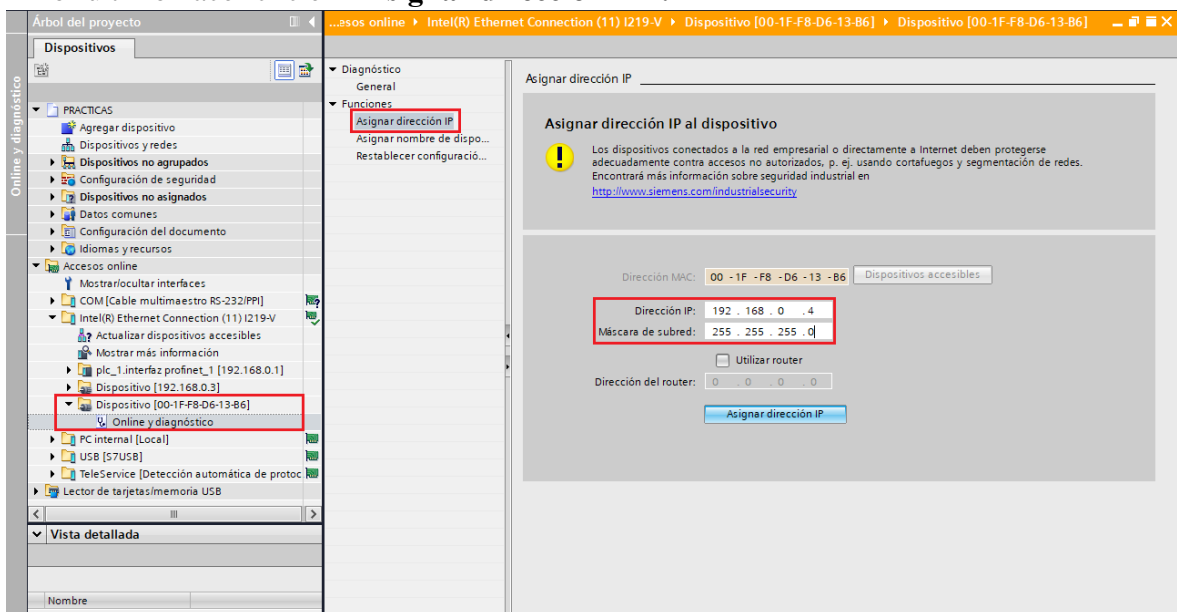

Figura 13. Configuración IP de dispositivo 2
- (3) Luego seleccionar el otro dispositivo y configurar la dirección IP: **192.168.0.4** y la máscara de subred: **255.255.255.0** (ver Figura 13).